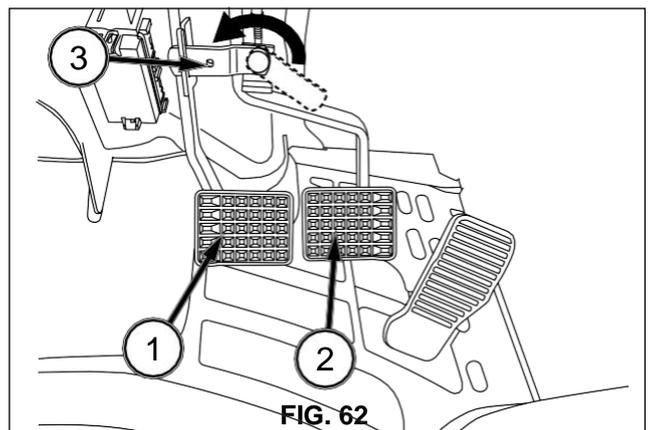

FIG. 62
FIG. 62: El pedal de freno izquierdo (1) y el pedal de freno derecho (2) controlan de forma independiente los frenos de las ruedas izquierda y derecha respectivamente, para facilitar los giros.